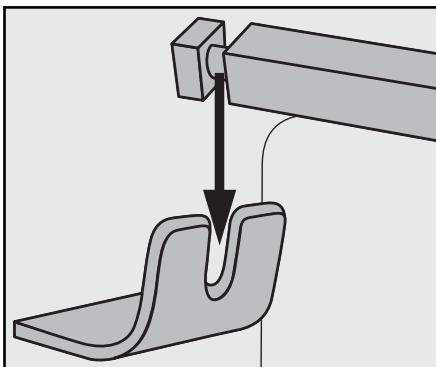

Bild 2: Sätt grillspettet **16** i fästet **9**
- Lägg den andra änden av grillspettet **16** som har ett djupt spår i fästet för grillspettet **9** (bild 2):